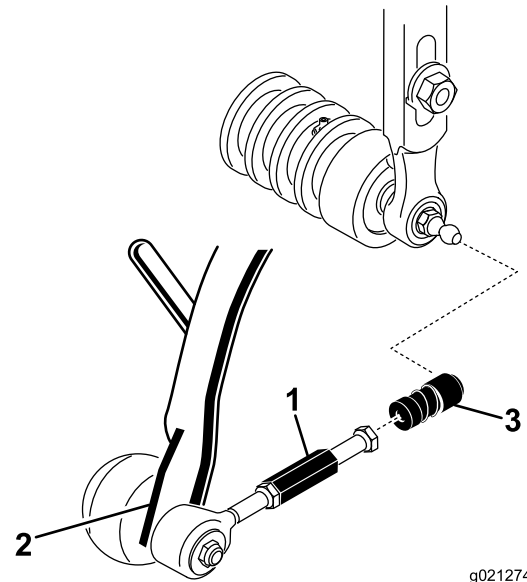

Bild 7
3. Schieben Sie die Hülse an jeder Kugellageraufnahme zurück und haken Sie die Aufnahme in den Kugelbolzen der Schneideinheit ein (Bild 7).